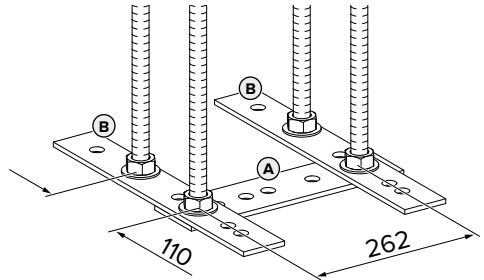
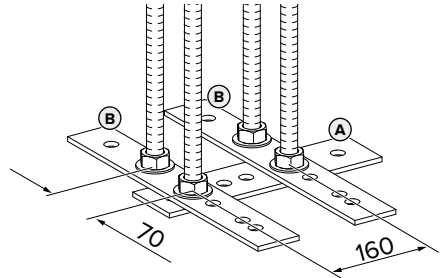

Fig. 1: Mål [mm]
Fig. 2: Mål [mm]
- ▶ Stikk gjengestenger inn i Fig. 1 og Fig. 2 inn i flattstålet, samtidig som det tas hensyn til målene. Påse at flattstålet (A) og flattstålene (B) er plassert i rett vinkelen (90°).